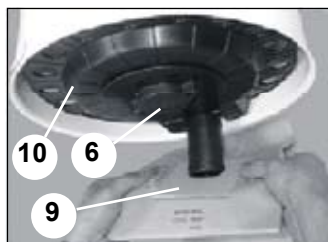

Fig. 4
Byte av damppåse och service av filter om monteringssats för damppåse används (fig. 4): Ta bort damppåsen (9), öppna fästmuttern (6) under filtret, ta bort stödet för damppåsen (10), lösgör filtret (se punkt FILTERSERVICE).